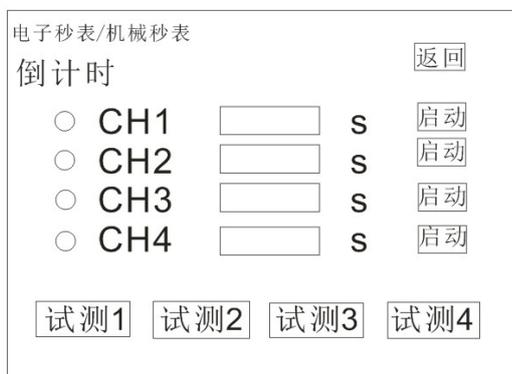

图 4.3 电子秒表/机械秒表运行、试测界面
此时，光标在“CH1”上，暂时无需设置时间间隔，直接将编码器左旋或右旋，直到光标在“确定”上，按一下旋转编码器，进入图 4.3 所示界面。
- ① 速设置法：设置界面下方列出了常用的时间值，包括 0.3s、1s、9.9s、10s、15s、30s、60s、600s、900s、1800s、3600s、86400s。步骤（3）中光标在“CH1”上按过确认后可直接旋转编码器，数据可在 0-9 和上述常用时间值上移动，当移动到所需的时间选项上松开编码器，3 秒钟后自动返回，此时时间即设置成功。
- ② 直接设置法：如设置 86400s，步骤（3）中光标在“CH1”上按过确认后可直接旋转编码器，将光标位置的数字旋转到 8，按一下编码器；再将光标位置的数字旋转到 6，按一下编码器；再将光标位置的数字旋转到 4，按一下编码器；再将光标位置的数字旋转到 0，按一下编码器；最后再将光标位置的数字旋转到 0，松开编码器，等待 3s 自动返回，时间设置成功。
(4) 按照步骤（3）中的方法设置完时间间隔后，光标默认停在“确认”上，按一下编码器，进入图 4.3 的测试界面。进入测试界面后光标默认在通道 1 的“启动”上，此时再按一下编码器即可启动测试。秒表检定仪会按照所设置的时间在计时开始和计时结束时各制动一次打头来制动和停止秒表。
(5) 具体检定项目及检定时间点详见《JJG237-2010 秒表检定规程》相关要求。